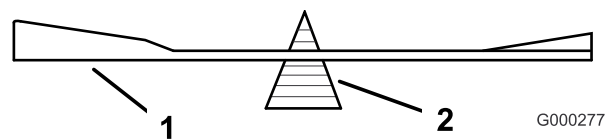
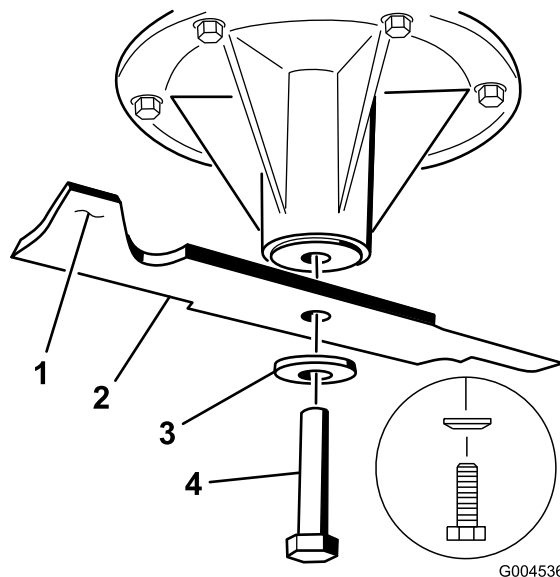

Figure 102
Figure 103
1. Placez la lame sur l'axe (Figure 103).
2. Installez la rondelle élastique et le boulon de la lame. Le côté bombé de la rondelle élastique doit être dirigé vers la tête du boulon (Figure 103). Serrez le boulon à un couple de 115 à 150 Nm (85 à 110 pi-lb).
2. Vérifiez l'équilibre de la lame en la plaçant sur un équilibreur (Figure 102). Si la lame reste horizontale, elle est équilibrée et peut être utilisée. Si la lame est déséquilibrée, limez un peu l'extrémité de la partie relevée seulement (Figure 103). Répétez la procédure jusqu'à ce que la lame soit équilibrée.